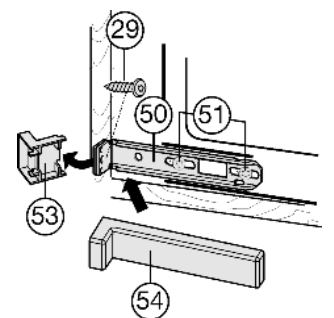

Fig. 19
- ▶ Allentare le viti Fig. 19 (51).
- ▶ Avvitare la squadretta di fissaggio Fig. 19 (50) inferiore al fianco del mobile con viti per truciolare Fig. 19 (29)  $\varnothing$  4x19.
- ▶ Staccare l'estremità sporgente della copertura Fig. 19 (53). Non è più richiesta.
- ▶ Serrare le viti Fig. 19 (51).
- ▶ Applicare la copertura Fig. 19 (54) sulla squadretta di fissaggio Fig. 19 (50) inferiore.